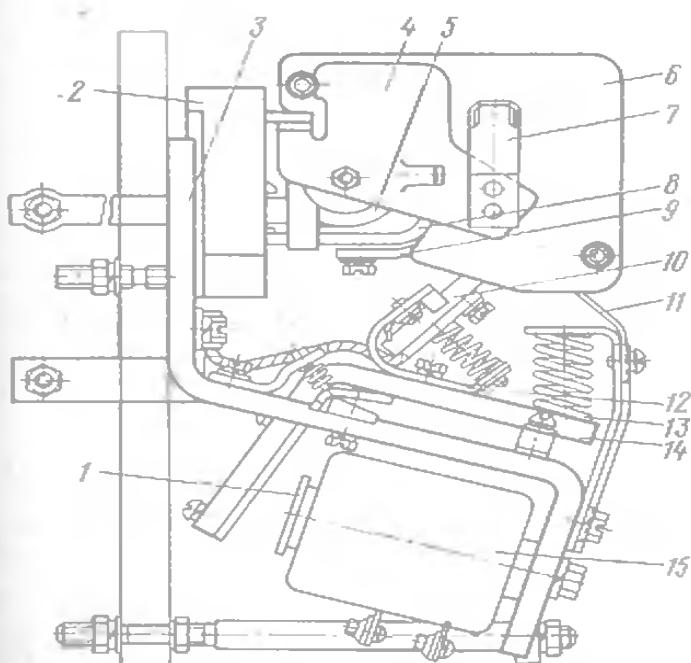

Рис. 71. Контактор пуска дизеля КПВ-604:
**Контактор пуска дизеля КПВ-604.** Для замыкания цепи пуска дизеля применяются однополюсные электромагнитные контакторы КПВ-604. Контактор (рис. 71) представляет собой моноблочную конструкцию, все узлы и детали которой собираются на основной скобе 3 магнитопровода. На одном конце скобы укреплен сердечник 1 с втягивающей катушкой 15, на другом — пластмассовое основание 2, несущее на себе дугогасительную катушку 5, неподвижный контакт 9, дугогасительные щеки 4 и камеру 6, надетую на дугогасительный рог 8. Положение дугогасительной камеры фиксируется плоскими прижимами 7, расположеннымными на щеках, и рогом 11, укрепленным на основной скобе магнитопровода. В прорезь основной скобы вставляется якорь 14, на котором крепится скоба 12, на которой смонтированы контактные элементы 3 и 4.